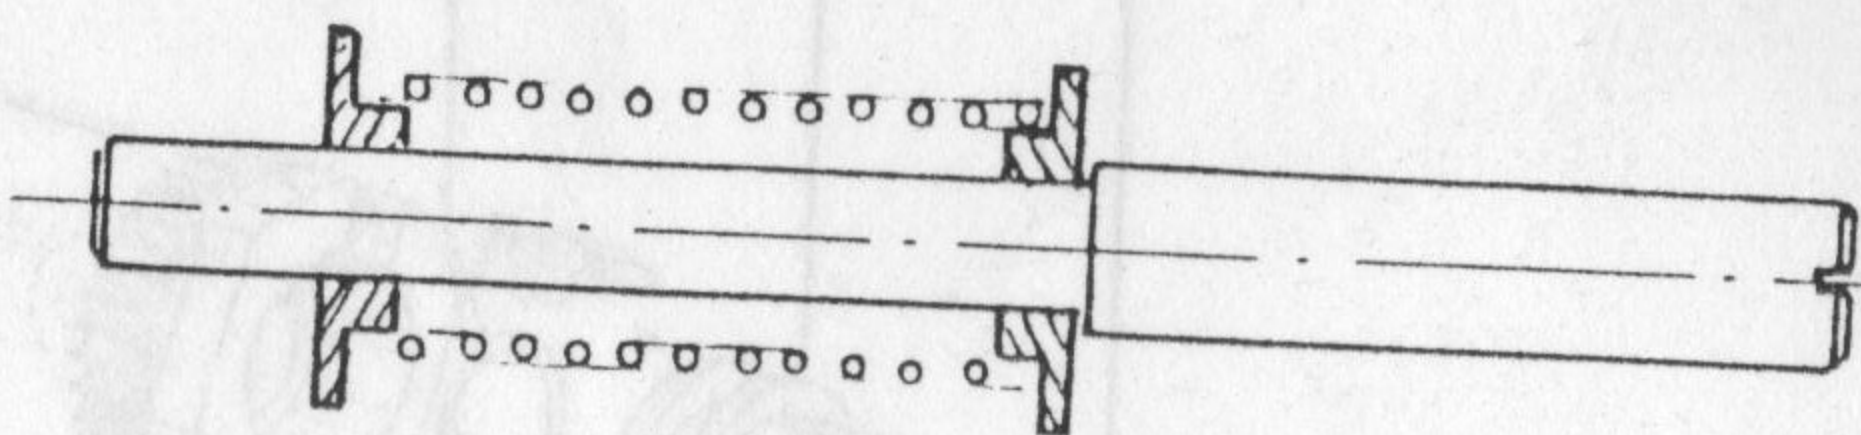

Fig. B 9
- Assembler les ressorts de rappel de levier et les rondelles sur l'axe. Il y a trois montages successifs (fig. B.9 et B.9 bis).
Fig. B 9 bis
- Assemble onto the spindle the lever return springs and the washers. There are a series of three fittings (fig. B 9 and B 9 bis).